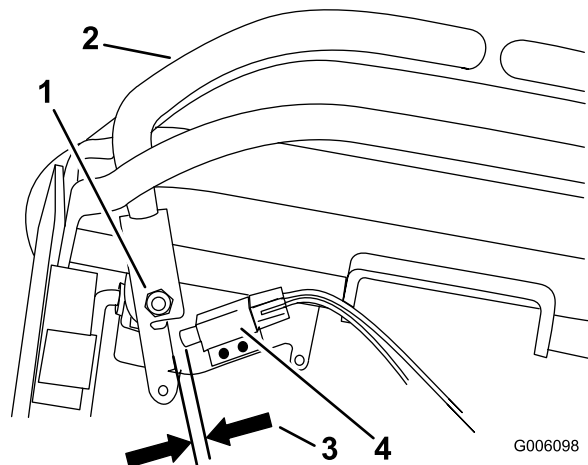

Figure 44
10. Vérifiez l'écartement entre le levier de commande et l'interrupteur comme illustré à la Figure 44. Il doit y avoir un écartement de 3 mm.